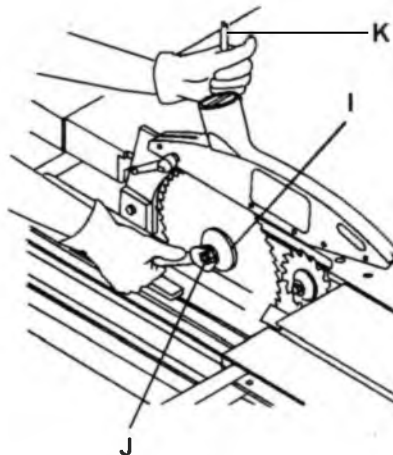

Рис. 14
Ослабьте гайку шпинделя (J, Рис. 14), для этого заблокируйте вращение шпинделя с помощью стопорного штифта (K).